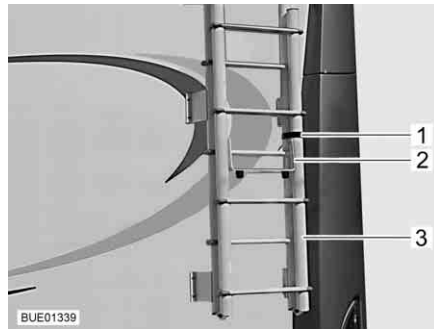

Fig. 1 Échelle repliable, échelle repliée vers le haut
- Détacher la courroie (Fig. 1,1) situé sur l'échelle (Fig. 1,3) à l'arrière du véhicule.
- Déplier l'arceau de protection (Fig. 1,2).